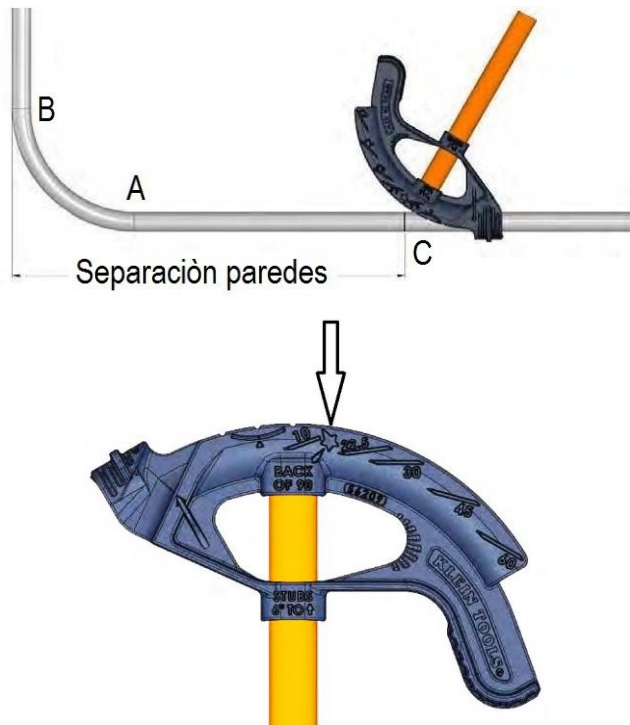

Figura 20. Posición de la estrella del doblador
6. Alinear esta marca o punto "C" sobre la tubería con el punto de la estrella que trae estampado el doblador o bender en inglés y doblar hasta 90 grados teniendo presente esta vez, que será al contrario al ángulo anterior. Es decir, se ubica el principio del doblador dirigido hacia el final de la tubería o hacia la pared donde está ubicado el segundo cajetín o hacia la curva que vamos a hacer. Como se observa en la figura 20.